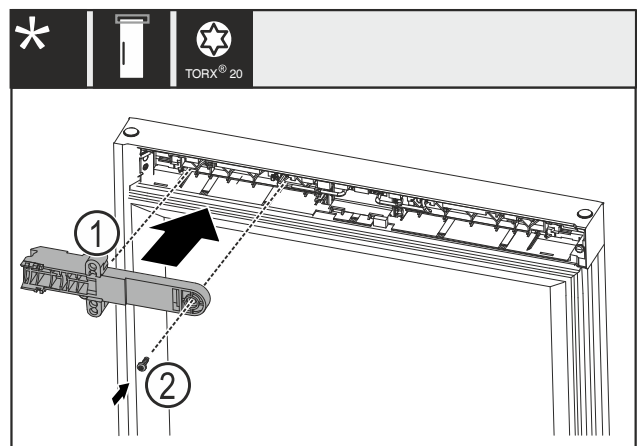

Fig. 22
- ▶ Gire la pieza de retención del candado Fig. 22 (1) 180° y móntela en el lado opuesto.
- ▶ Fije la pieza de retención del candado Fig. 22 (1) con un tornillo Fig. 22 (2).